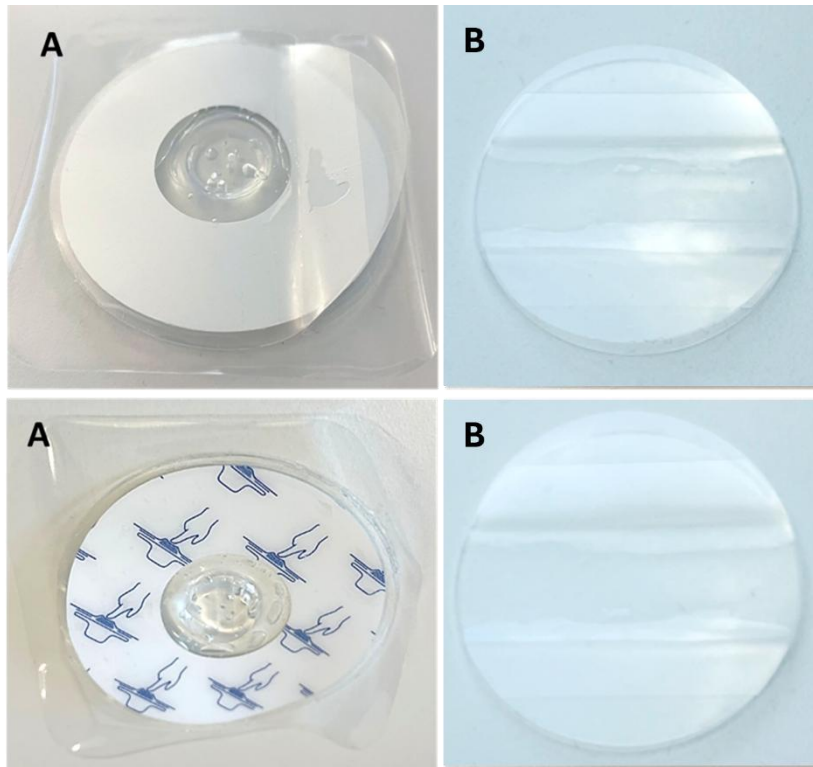

Abbildung 6. DXT Tape Kit. A: Vorderes DXT-Klebeband, B: Hinteres Klebeband.
Das DXT Tape Kit wurde speziell entwickelt, um das DXT Sensor Kit am Patienten zu befestigen, und besteht aus dem vorderen DXT-Klebeband (A) und dem hinteren DXT-Klebeband (B) (Abbildung 6).